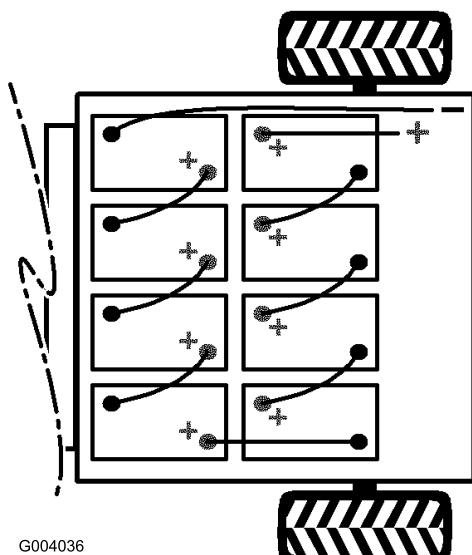

Figura 6
- Montate le batterie (Figura 6).
**Nota:** Prestate attenzione alla polarità delle batterie quando montate le batterie nuove (Figura 6).
6. Collegate tutte le batterie utilizzando i cavi a corredo con le parti sciolte (Figura 6).
7. Serrate il bullone e fissate l'altra estremità del fermaglio con un nuovo bullone (5/16 x 3/4 poll.) e un dado flangiato (5/16 poll.) (Figura 6).
8. Collegate il cavo rosso, lungo, positivo principale tra la serie di batterie e la macchina (Figura 6).
9. Collegate il cavo nero, lungo, negativo principale tra la serie di batterie e la macchina (Figura 6).